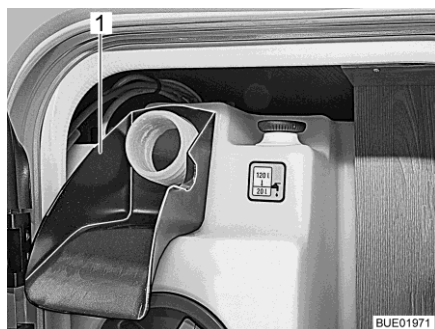

Fig. 264 Ausilio per il riempimento
- Infilare l'ausilio per il riempimento (Fig. 264,1) sul bocchettone di riempimento dell'acqua potabile.